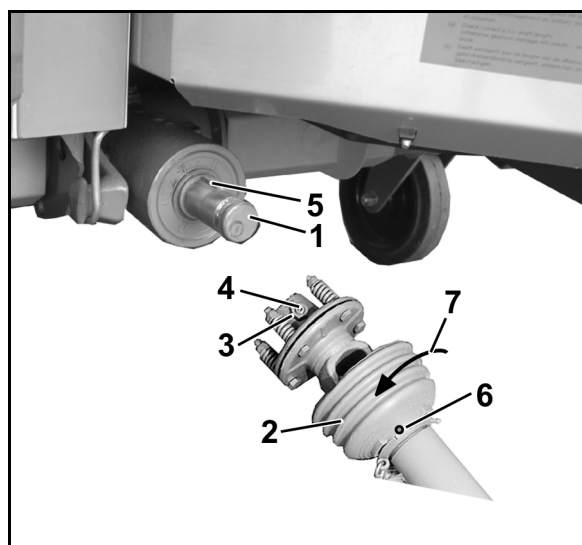

Рис. 36
2. Очистите первичный вал редуктора (Рис. 36/1).
4. Выверните фиксирующий винт (Рис. 36/6).
5. Поверните защитную воронку (Рис. 36/2) в положение для монтажа (Рис. 36/7).
7. Ослабьте контргайку (Рис. 36/3) на соединительной вилке фрикционной муфты (настолько чтобы установочный винт больше не выступал над контргайкой), выверните установочный винт с внутренним шестигранником (Рис. 36/4) и проверьте, легко ли надевается соединительная вилка на приводной вал.
Обращайте внимание на полное перекрытие призматических шпонок (Рис. 36/5)!
9. Зафиксируйте карданный вал от осевого смещения. Для этого прочно затяните торцовым шестигранным ключом установочный винт и законтрите гайкой (Рис. 36/3).
2. Ослабьте контргайку (Рис. 36/3) на соединительной вилке фрикционной муфты. Вывинтите установочный винт (Рис. 36/4).